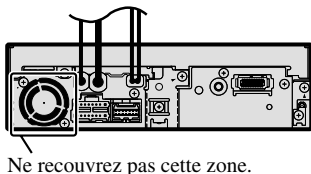

Fig. 13
- Les cordons ne doivent pas couvrir la zone montrée sur la figure ci-dessous. C'est nécessaire pour permettre à l'amplificateur de rayonner librement. (Fig. 13)